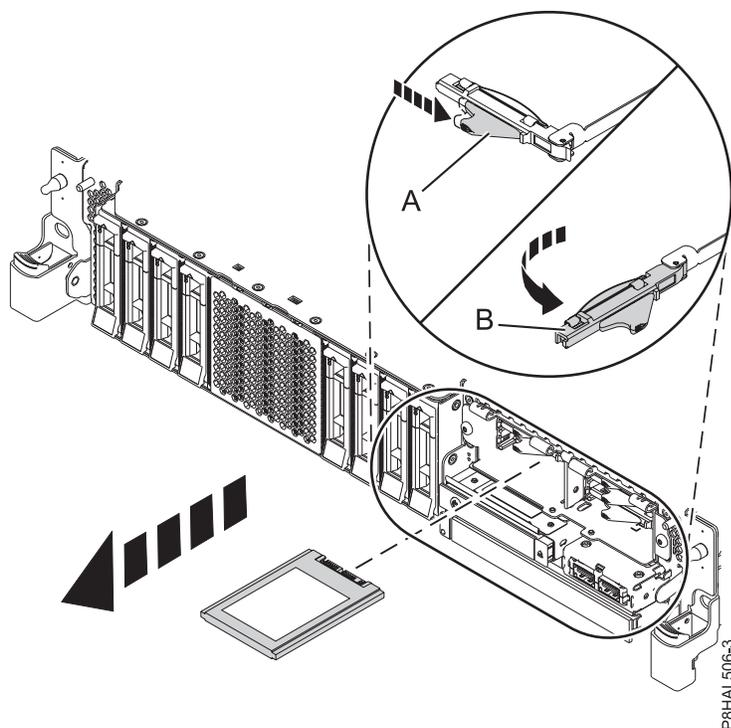

Figura 43. Remover uma unidade SSD de um sistema de função expandida
11. Desbloqueie a pega do compartimento de unidade (**B**) ao empurrar o trinco da pega (**A**) na direção demonstrada e ao puxar a pega da unidade (**B**) para fora, conforme demonstrado em Figura 43 na página 47. Se a pega não estiver completamente fora, a unidade de disco de segunda geração não poderá deslizar para fora do sistema.